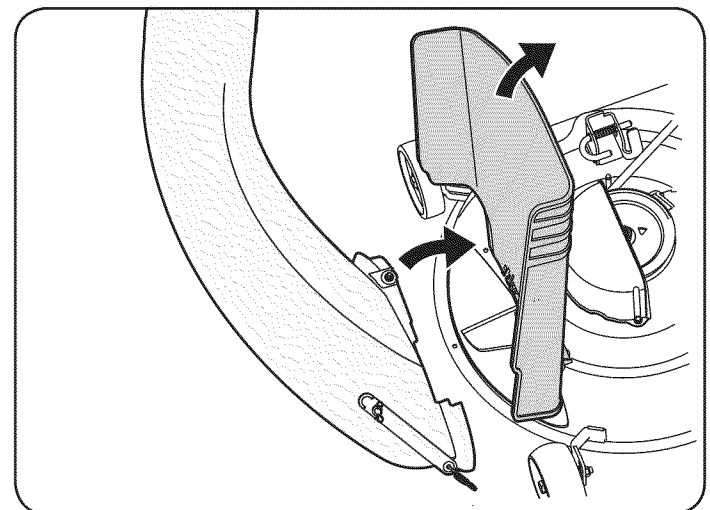
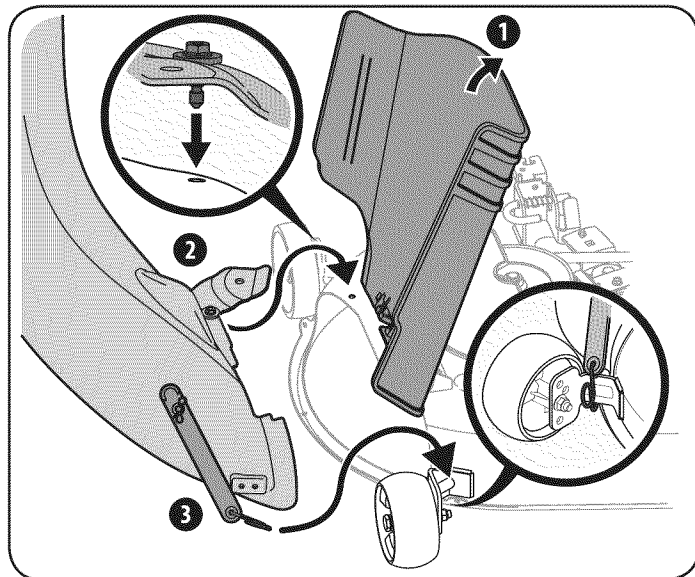

Figure 46
Figure 47
3. Con la descarga del tractor conducto levantado y abierta, instale el codo de conducto sobre el conducto de apertura mediante la colocación de la cubierta de montaje perno en el orificio correspondiente, como se ve en la Figure 46, entonces seguro enganche el codo a la cubierta, enganchando el resorte de torsión de la correa de sujeción sobre el soporte de montaje de la rueda de cubierta un visto en Figure 47.